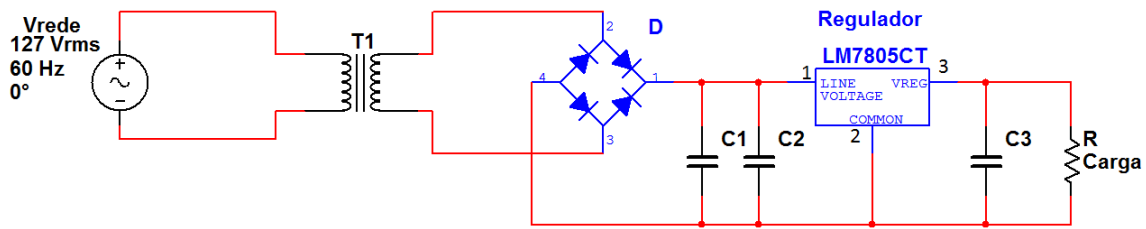

Figura 81: Regulador de tensão 7805
- Monte o circuito apresentado na Figura 81.